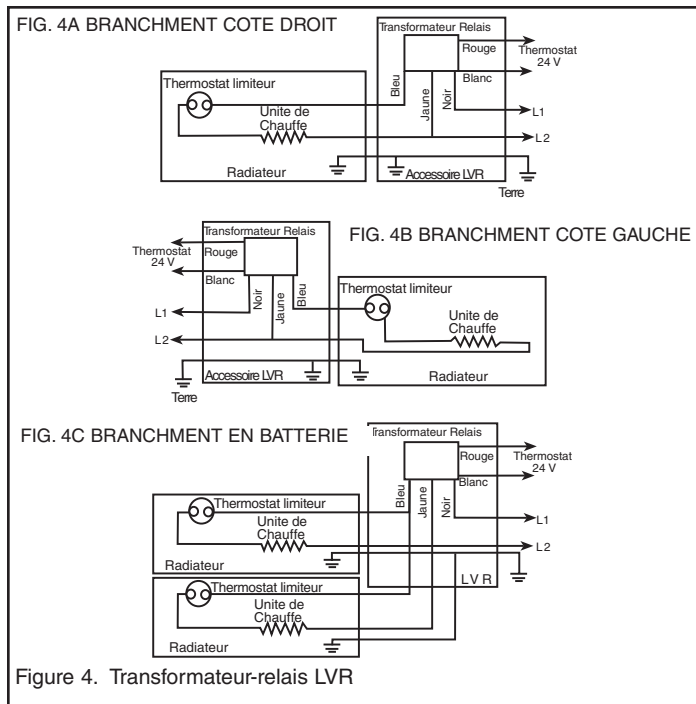

Figure 4. Transformateur-relais LVR
- Passez les fils rouge et blanc du transformateur dans le trou au sommet du socle. Effectuez les connexions 24 V dans le compartiment formé par le socle et le haut de la boîte de connexions (voir le schéma de la Figure 4).
- Pour les connexions à droite, enlevez le connecteur tire-bouchon et raccordez le conducteur d'alimentation L2 au gros fil jaune et au fil de l'unité de chauffe. Raccordez le conducteur d'alimentation L1 au gros fil noir le fil bleu au fil de retour (voir le schéma de la Figure 4).